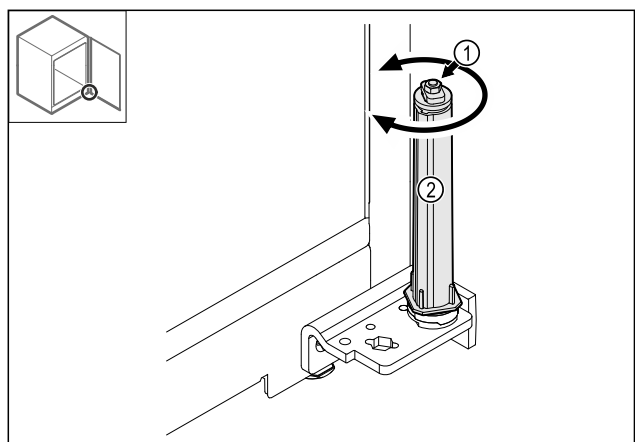

Fig. 39
- ▶ Verschraubung Fig. 39 (1) des Schließsystems nicht zerlegen.
- ▶ Schließsystem Fig. 39 (2) drehen, bis es klickt.